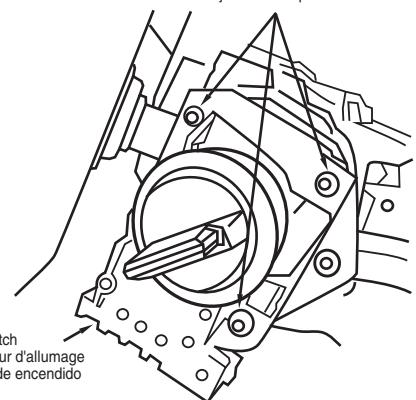

Fig. 1
4. Remove ignition switch mounting screws (Fig. 1).
4. Enlever les vis de montage du commutateur d'allumage (fig. 1).
4. Retire los tornillos de montaje del interruptor de encendido (Fig. 1).